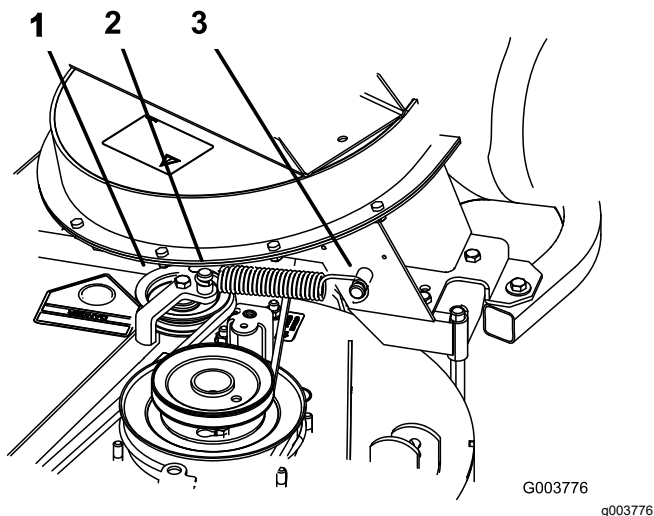

Figure 46
8. Montez le ressort comme montré à la Figure 46.